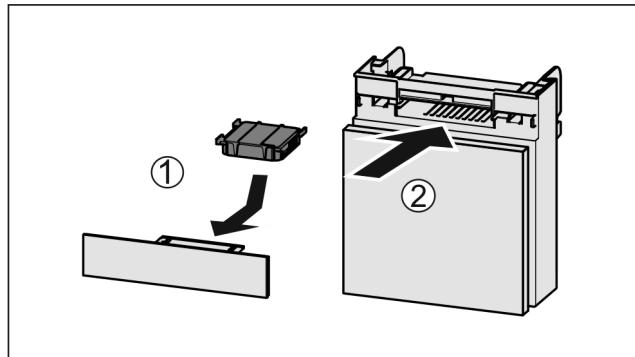

Fig. 95
- Поставете Fig. 95 (1) филтъра с активен въглен, както е показано на фигурата.
- Вкарайте Fig. 95 (2) отделението.